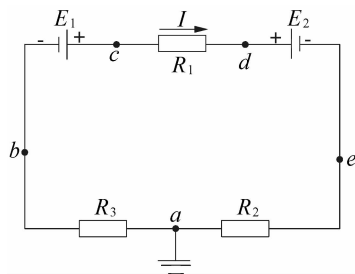

图 1-24 实训电路图
(1) 按图 1-24 所示电路接线,测量 a 、 b 、 c 、 d 各点的电位。其中 $R_1 = 300 \Omega$, $R_2 = 200 \Omega$, $R_3 = 100 \Omega$, $E_1 = 10 \text{ V}$, $E_2 = 6 \text{ V}$ 。